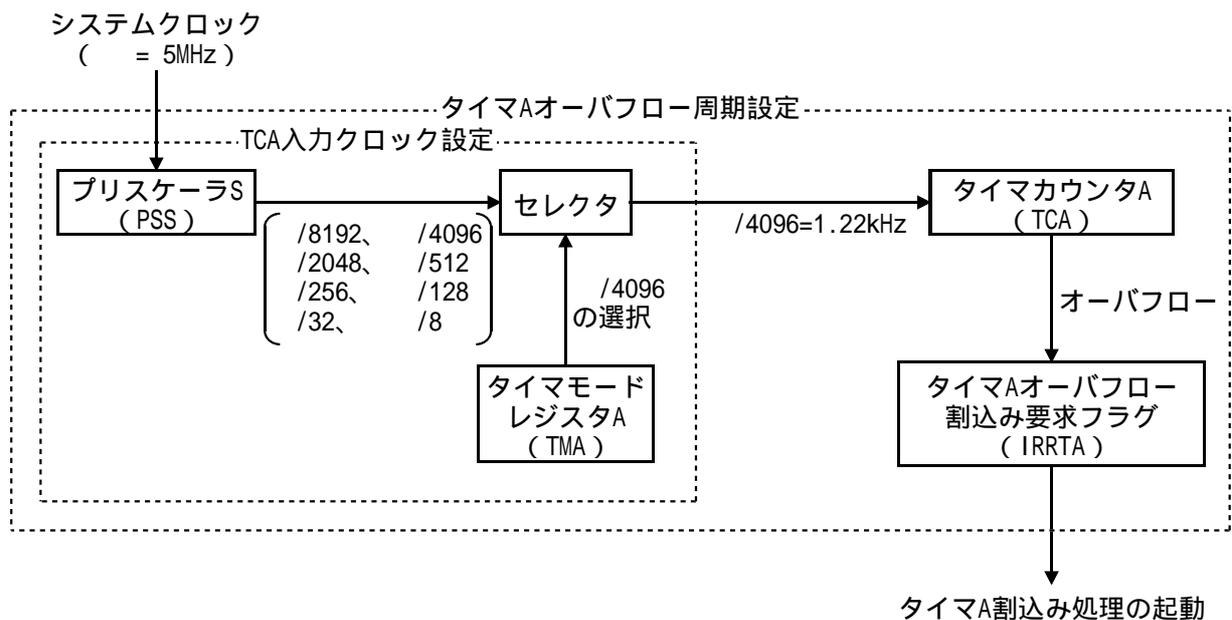

図1 タイマAインターバル機能ブロック図
<p>(1) 本タスク例では、タイマAインターバル機能を使用して、8ビットカウンタのカウントアップを行ないます。図1にタイマAインターバル機能のブロック図を示します。以下にタイマAインターバル機能のブロック図について説明します。</p> <ul style="list-style-type: none"> ・システムクロック () は、10MHzのOSCクロックを2分周した5MHzのクロックで、CPUおよび周辺機能を動作させるための基準クロックです。 ・PSSは、 を入力とする13ビットのカウンタで、1サイクルごとにカウントアップします。 ・タイマモードレジスタA (TMA) は、8ビットのリード/ライト可能なレジスタで、プリスケアラ、入力クロックの選択を行ないます。本タスク例では、プリスケアラにPSSを、プリスケアラ分周比に4096分周を選択しています。 ・タイマカウンタA (TCA) は、8ビットのリード可能なアップカウンタで、入力する内部クロックによりカウントアップされます。TCAがオーバーフローすると、割込み要求レジスタ1 (IRR1) のタイマAオーバーフロー割込み要求 (IRR1TA) が"1"にセットされます。 ・タイマAオーバーフロー割込み要求フラグ (IRR1TA) は、TCAがオーバーフローすることにより"1"にセットされます。IRR1TAが"1"にセットされていて、割込み許可レジスタ1 (IENR1) のタイマA割込みイネーブル (IENTA) が"1"で、かつコンディションコードレジスタ (CCR) の1ビットが"0"にクリアされている場合にタイマA割込みが受け付けられ、タイマA割込み処理を開始します。 ・以下に、本タスク例におけるTCAのオーバーフロー周期の計算法を示します。